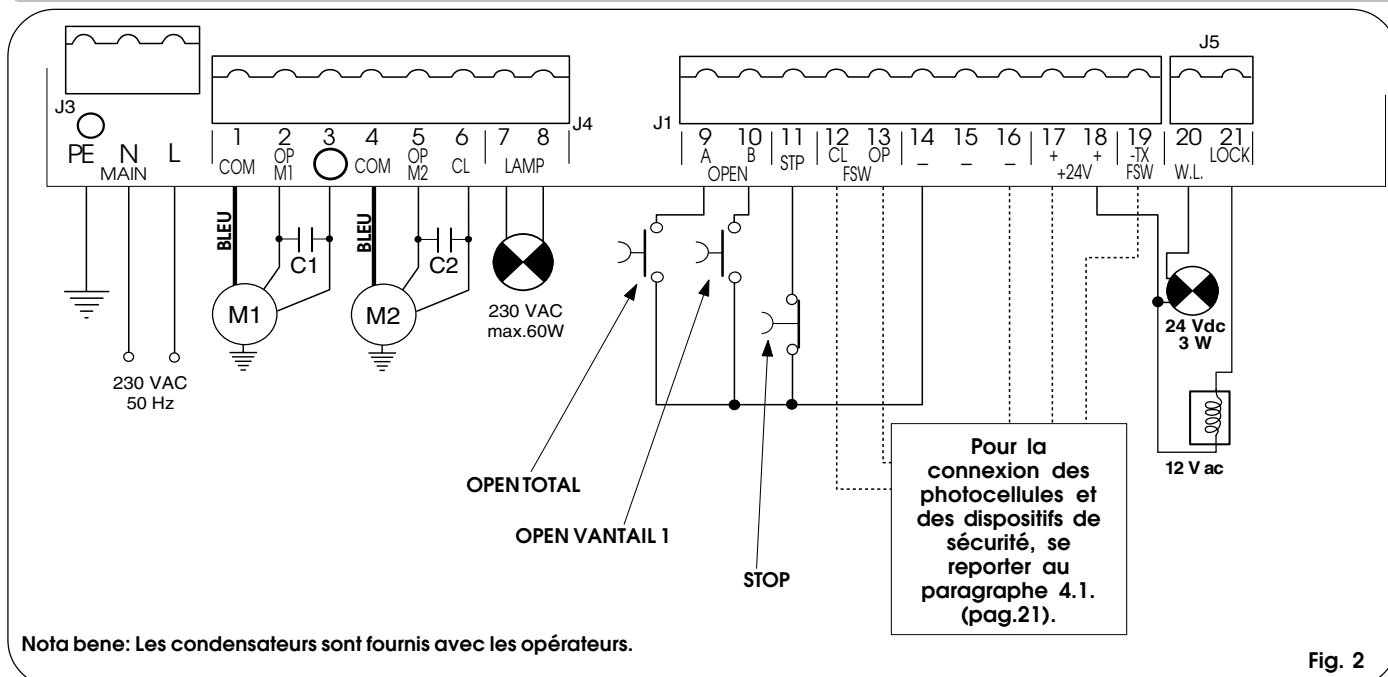

Fig. 2
- Connecter la terre à la borne spécifique prévue sur le connecteur J3 de la platine (voir fig.2).
**4.2. Bornier J3 - Alimentation (fig. 2)**
**4.3. Bornier J4 - Moteurs et feu clignotant (fig. 2)**
**4.4. Bornier J1 - Accessoires (fig. 2)**
**4.5. Bornier J5 - Lampe-Témoin et Electroserre (fig. 2)**
**4.6. Connecteur J2 - Embrochage rapide (fig.2)**